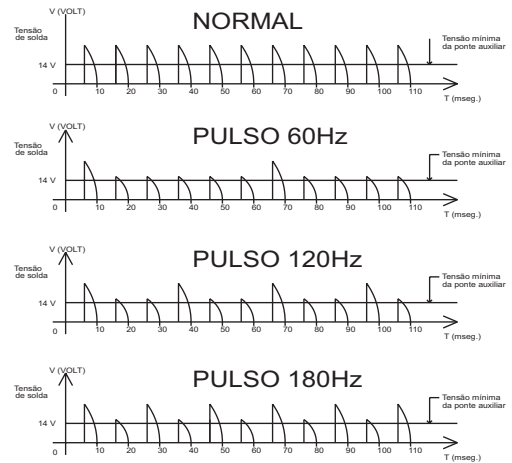

Figura 1
* *Modo Pulsado:* quando a chave estiver ligada na posição “Pulsado”. No modo pulsado, existem três possibilidades de ajuste da frequência do pulso - 60Hz, 120Hz e 180Hz. O potenciômetro de ajuste de tensão de pico estará operacional e poderá ser ajustado antes ou durante a operação. A figura 1 mostra os modos de operação do equipamento.